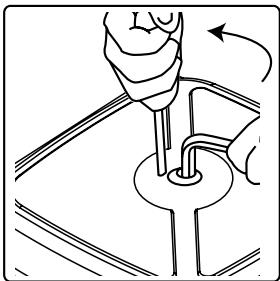

fig. 4f
7. Brancher le nouveau flexible au tambour en le passant à travers le support des galets (voir figure 4f et figure 5f). Monter la butée d'arrêt du flexible à la distance souhaitée par rapport à l'extrême du flexible.